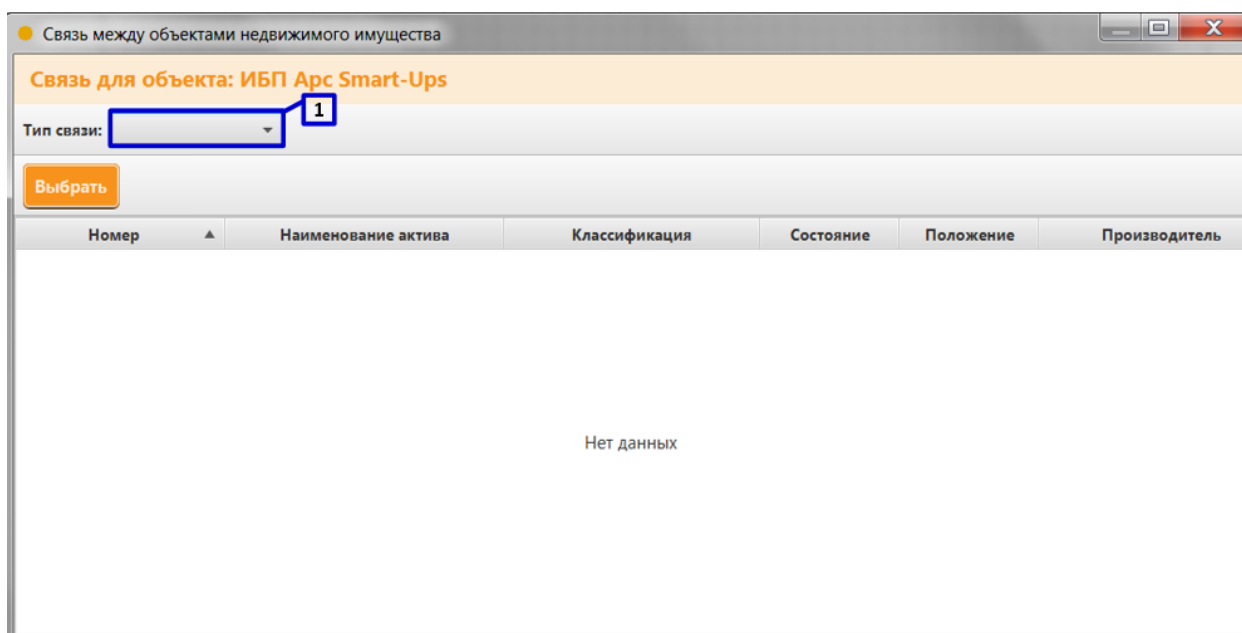

Рисунок 27. Установление связи между активами вкладка «Связанные активы»
19. В строке «Тип связи» из выпадающего списка выберите «Родитель» (**Рисунок 27 пункт 1**). Тип связи «Родитель» означает, что данный актив в связи с другими активами является высшим по иерархии, то есть подчиняет активы. Связь активов определяется классификацией, то есть можно связать между собой активы с определенными классификациями (**Таблица 7**).